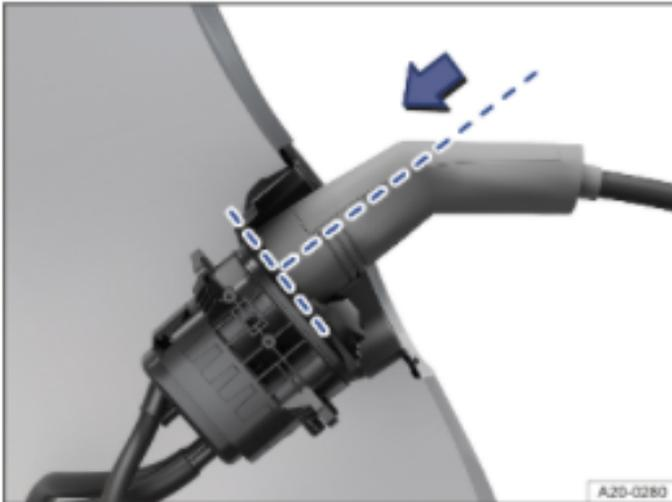

Abb. 2 An der Ladedose: Vollständig gesteckter Ladestecker (Prinzipdarstellung).
—Ladestecker gerade in die Ladedose stecken → *Abb. 2* ②. Prüfen, ob der Ladestecker vollständig gesteckt ist → *Abb. 2*.